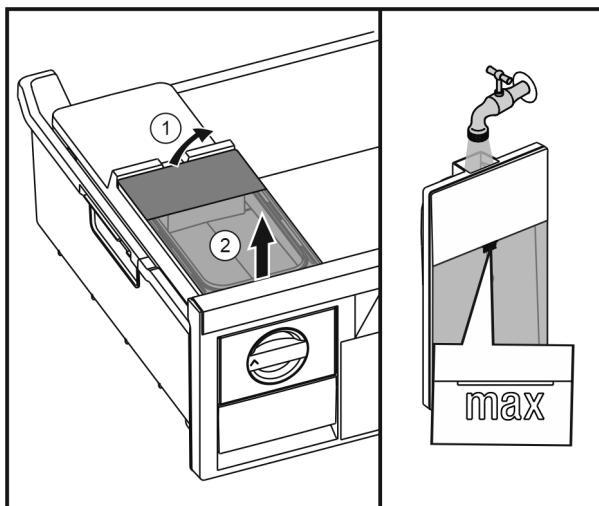

Fig. 26
- ▶ Waterreservoir van achter optillen Fig. 26 (1) en omhoog verwijderen Fig. 26 (2).